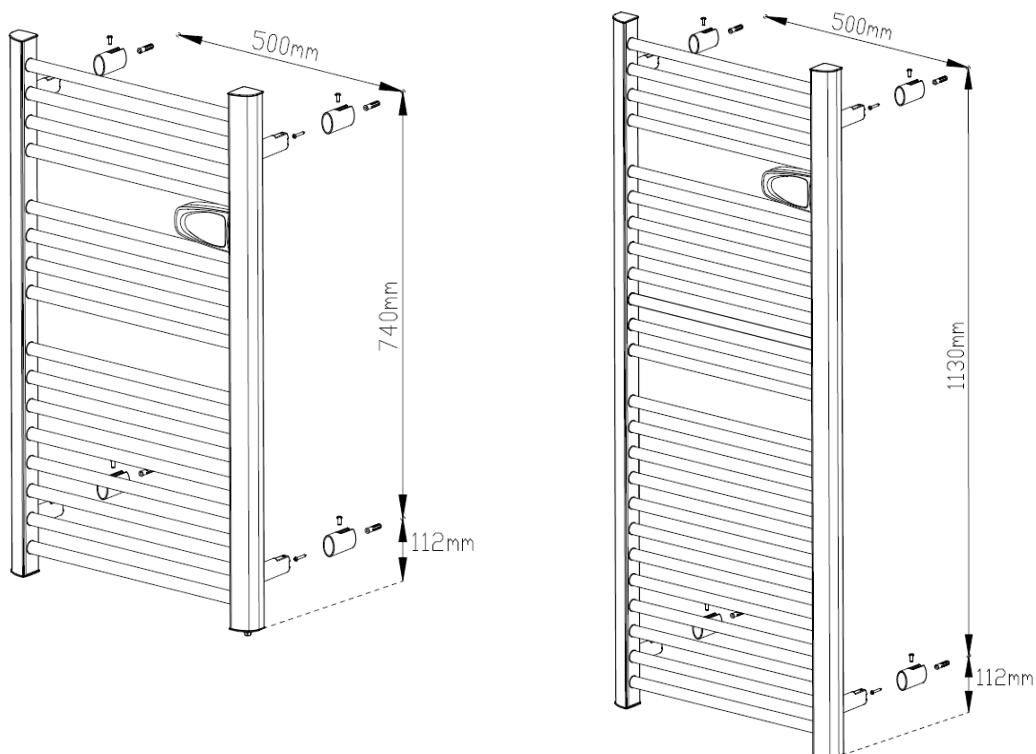

FIG. 2
2. Fije los soportes de pared a una pared fuerte y plana con los tornillos y tacos adecuados según las dimensiones indicadas en el diagrama de instalación. (Véase la Fig. 2).
3. Coloque el aparato delante de los soportes de pared e insértelo. A continuación, utilice los tornillos previstos a tal efecto para sujetar el aparato a los soportes fijados a la pared. (Véase la Fig. 2).